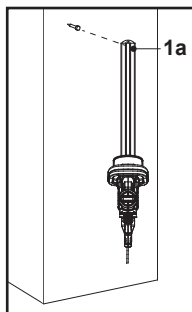

Fig. 11
3. Coloque la cubierta de la hoja (12) en el dispositivo de corte (hoja) (1).
5. La máquina se puede colgar en la pared mediante el orificio para colgar situado en el protector de la punta de la hoja (1a) (Fig. 11).